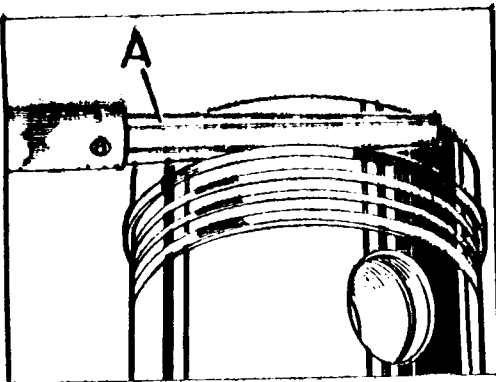

Fig. A3-91 Comprobación del juego de los segmentos en sus carriles de pistones
- 3.2. La comprobación del juego de los segmentos en sus gargantas se hará en la forma que se indica en la Fig. A3-91. Montar los dos segmentos de compresión con el lado que lleva grabada la palabra "TOP" hacia la parte superior. El segmento de engrase puede colocarse indistintamente en las dos posiciones, al igual que el cromado.